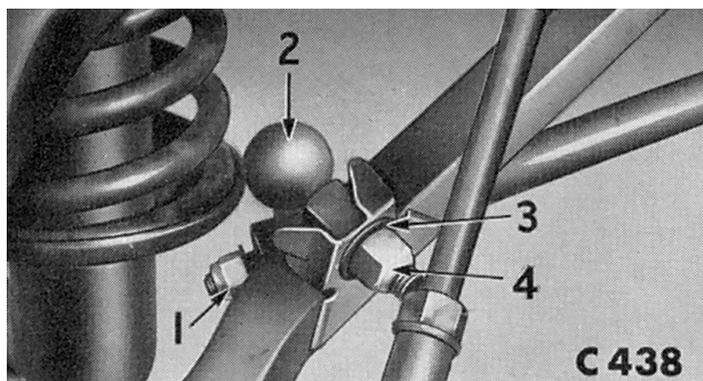

Fig. 25. Fixation de la barre anti-roulis au triangle inférieur
4. Fixer la barre anti-roulis au triangle inférieur (Fig. 25).